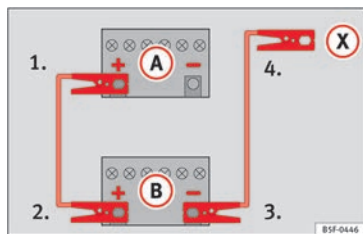

Fig. 87 Schéma de branchement pour les véhicules non équipés du système Start-Stop.
» **fig. 87**.
3. Raccordez l'autre extrémité du câble de démarrage *rouge* à la borne positive (+) du véhicule fournissant le courant (B).
4. *Sur les véhicules sans système Start-Stop :* raccordez une extrémité du câble d'urgence *noir* à la borne négative (-) du véhicule fournissant le courant (B) » **fig. 87**.
- *Sur les véhicules avec système Start-Stop :* raccordez une extrémité du câble d'urgence *noir* (X) à une borne de mise à la terre appropriée, à une pièce métallique massive